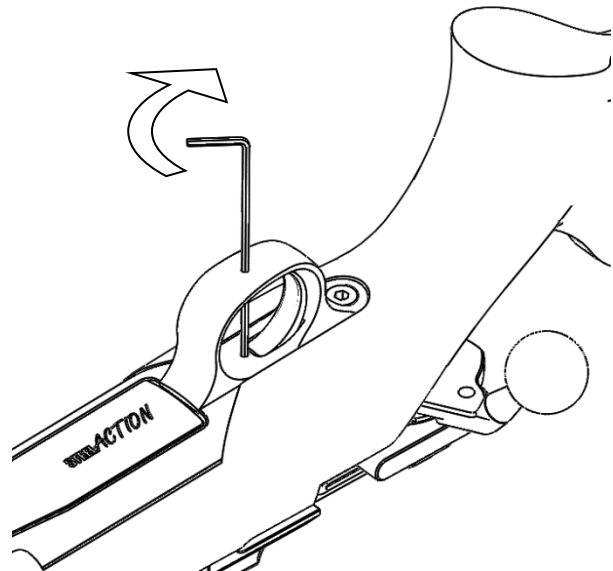

Bild 10
- 2) Der beigelegte 2 mm Inbusschlüssel durch die Bohrung im Abzugsbügel einfügen bis er sich mit dem Innensechskant der Einstellschraube verbindet (Bild 10).
- 3) Durch Drehen des Schlüssels (Bild 10) das gewünschte Abzugsgewicht einstellen: